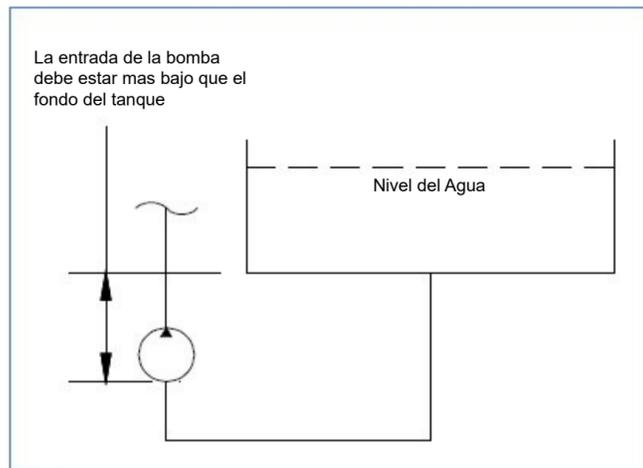

Figura 4.4 - Fuente de alimentación por gravedad
- Fuente de agua de alimentación por gravedad: - No se requiere el sistema de bomba de alimentación CaviDyne (consulte la Figura 4.4). Requiere una manguera de conexión con un diámetro mínimo de 1 ¼ "entre el tanque de agua y la unidad de alimentación y debe estar por encima de la entrada de la bomba de presión principal. El sistema de alimentación por gravedad debe ser capaz de proporcionar constantemente al menos 30 GPM (114 LPM).
Asegúrese de que la fuente de agua pueda suministrar de manera confiable el flujo máximo de la bomba de 76 litros por minuto (20 GPM). Se recomienda un flujo mínimo de 114 litros por minuto (30 GPM) para garantizar que la bomba no tenga escasez de agua. Si se conecta a un tanque, ubique la parte inferior del tanque sobre la conexión de entrada de agua en la unidad para asegurar una línea de succión inundada. (Ver Figura 4.4)